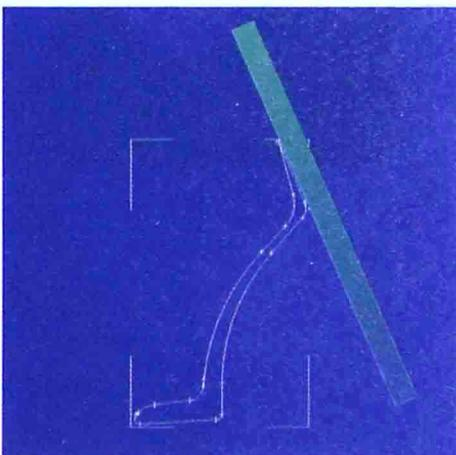

图 1-13
11. 回到【修改命令】面板，按下键盘数字“1”键进入点的编辑层级，框选要圆角的点，选择编辑器下的【圆角】  按钮，将其放置在圆角的点上，当其出现  时移动鼠标左键，即可产生圆角的效果。结果如图 1-13